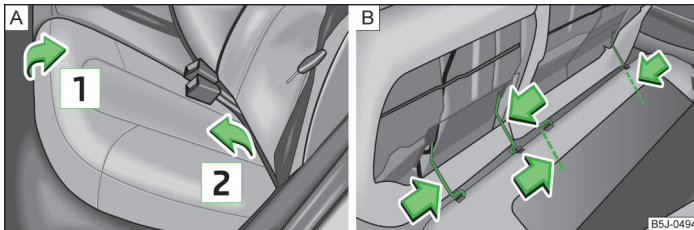

Abb. 42 Sitzfläche vorklappen und ausbauen
- › Sitzfläche in Pfeilrichtung **1** » Abb. 42 hochziehen und in Pfeilrichtung **2** vorklappen.
- › Die Drahtbügel in Pfeilrichtung » Abb. 42 - **B** drücken und die Sitzfläche aus der Halterung nehmen.
- › Die Drahtbügel in Pfeilrichtung » Abb. 42 - **B** drücken und diese in die Halterung einsetzen.